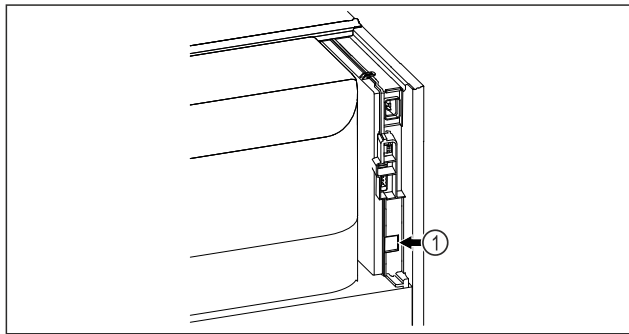

Fig. 86
- Moduli SmartModule Fig. 86 (1) është vendosur.